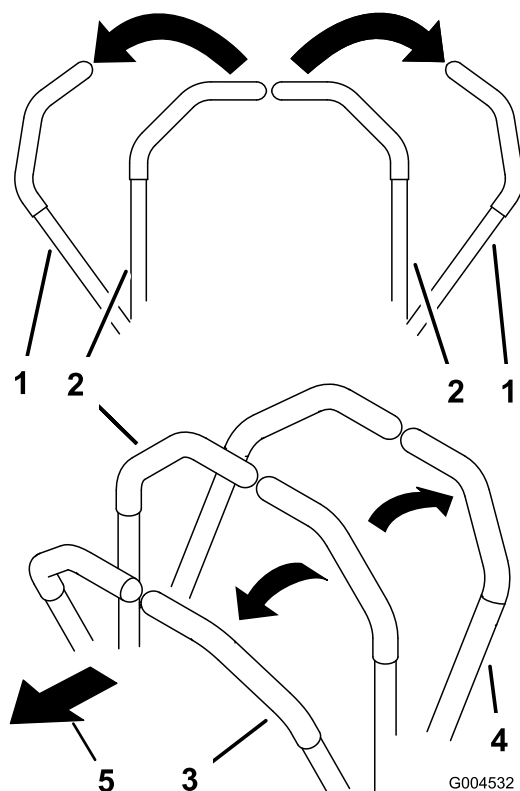

Figura 18
1. Mueva las palancas de control de movimiento (Figura 18) hacia fuera, a la posición de BLOQUEO/PUNTO MUERTO.
3. Para ir hacia adelante, empuje lentamente las palancas de control de movimiento hacia adelante (Figura 18).
Para ir recto, aplique la misma presión a ambas palancas de control de movimiento (Figura 18).
Para girar, mueva la palanca de control de movimiento hacia punto muerto en el sentido en el que desea girar (Figura 18).
2. Para ir hacia atrás, tire lentamente de las palancas de control de movimiento hacia atrás (Figura 18).
Para girar, deje de empujar la palanca de control de movimiento del lado al que desea girar (Figura 18).